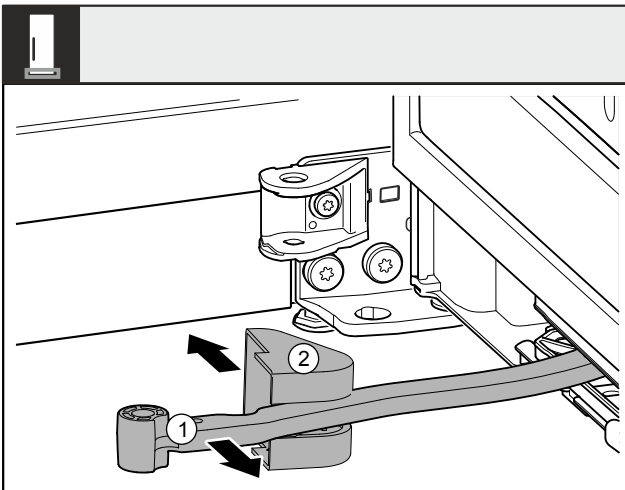

Fig. 10
- Rotiți articulația Fig. 10 (1) în direcția ușii.
- Înlăturați capacul suportului de lagăr Fig. 10 (2).